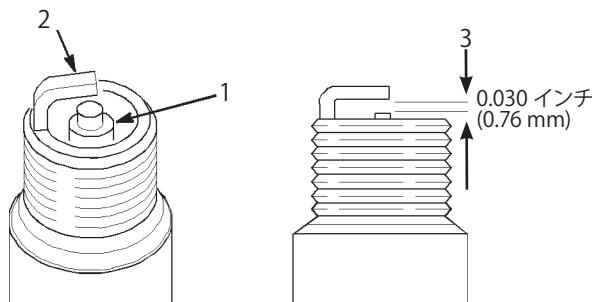

図59
1. 中央の電極部(図59)を観察する。薄茶色や灰色になつていれば正常に燃焼している。碍子が黒くなっているのは不完全燃焼である(エア・クリーナの汚れが原因であることが多い)。
2. すきまゲージでエア・ギャップの点検を行い、隙間の大きさが適切でなければ側面の電極を注意深く曲げて調整する(図59)。
全部で2本のヒューズを使用し、2本の未使用スロットがあります。ヒューズは運転席下(図59)に取り付けてあります。